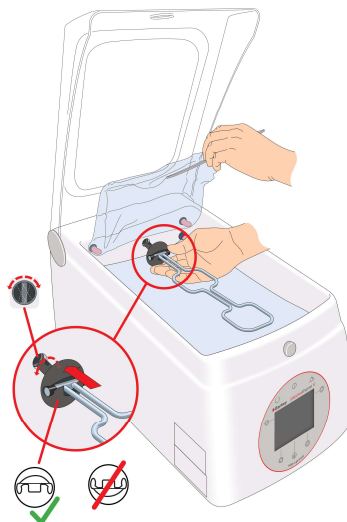

Bild 11: Montera paddel
- ▶ Kontrollera att paddeln är korrekt monterad. Se bild 11.